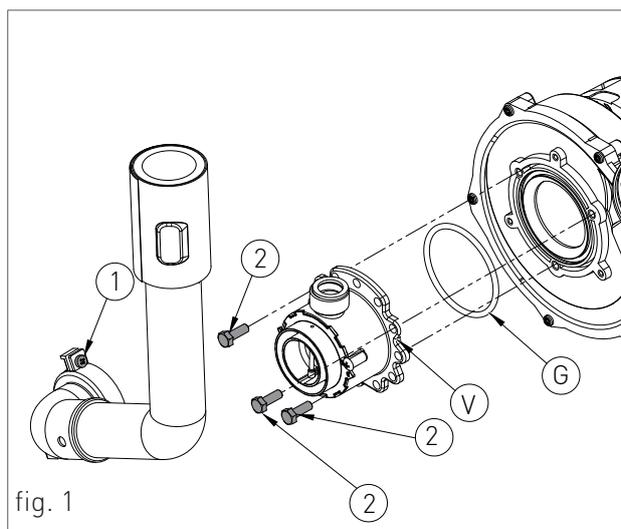

fig. 1
- › Svitare le viti di fissaggio situate nella parte anteriore dei pannelli '1' (fig.1) e rimuoverli.
- › Svitare le viti di fissaggio situate nella parte superiore del coperchio '2' (fig.1) e rimuovere il coperchio tirandolo verticalmente.
- › Svitare le viti di fissaggio poste nel lato anteriore dei pannelli '3' (fig.1) e rimuoverli.
- > Afferrare contemporaneamente le staffe di supporto del pannello comandi (fig. 1) allargandole e rovesciare il pannello, ruotandolo verso il basso;
- > svitare le quattro viti di fissaggio 1 - fig. 1;
- › collegare un tubo flessibile al rubinetto di scarico del boiler 'RB' (fig.1) e collocare l'altra estremità del tubo flessibile ad un adeguato scarico;
- › ruotare il rubinetto di scarico del boiler 'RB' (fig.1);
- › ad operazione terminata, chiudere il rubinetto di scarico del boiler 'RB' (fig.1) e tutti i rubinetti di erogazione precedentemente aperti.
Per verificare lo stato dell'anodo svitare il tappo 'B' (fig.1) posto sulla parte superiore del boiler.
- › allentare le due viti '1' (fig.1) dalla boccola di fissaggio, e rimuovere il tubo di aspirazione aria;
- › svitare le tre viti di fissaggio '2' (fig.1) del venturi 'V' (fig.1) con una chiave da 10, tipo come in figura 2;
- › rimontare i componenti procedendo in senso inverso rispetto alle operazioni di smontaggio assicurandosi che venga rimontata la guarnizione 'G' come in fig.1;
1. INDICAZIONE NUMERO PARAMETRO / CODICE INFO VISUALIZZATO / MODALITÀ RICIRCOLO ATTIVA (fig.1)